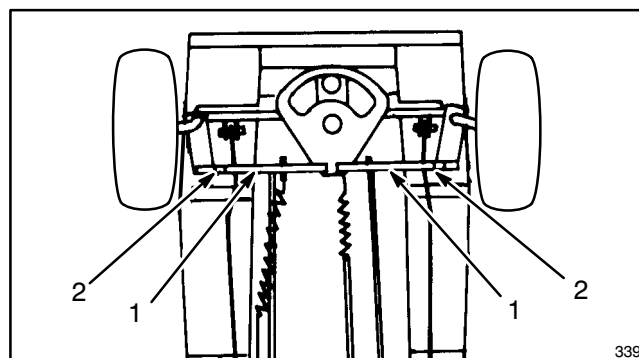

Figure 28
1. Pour aligner les roues avant, desserrer le contre-écrou et tourner la barre d'accouplement jusqu'à ce que l'axe entre l'avant des roues (d') fasse de 1,5 mm à 6,3 mm moins que l'axe entre l'arrière des roues avant (d'') (Figs. 28 et 29).